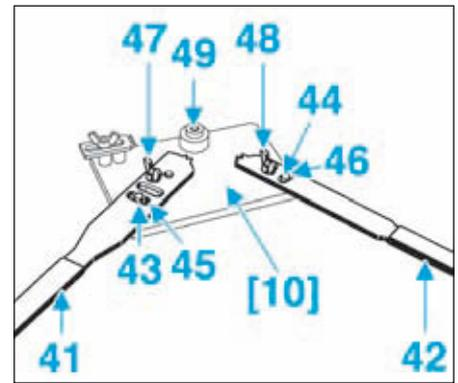
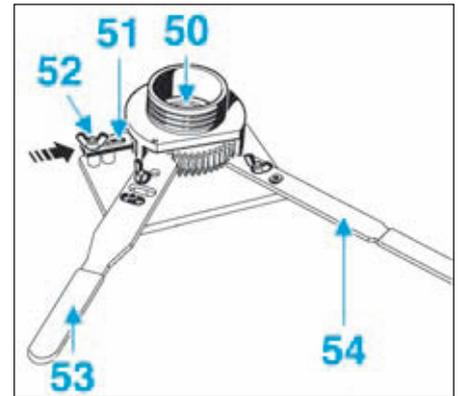
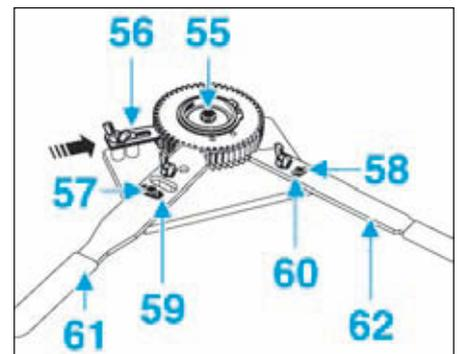

FIG.73
FIG.74
FIG.75
- Positionner les leviers (41) et (42) en plaçant les pions (43) et (44) dans les rainures (45) et (46) puis serrer les écrous rapide (47) et (48) (Fig.73).
- Placer le pignon intermédiaire sur le centreur (49).
- Serrer la vis (50), puis pousser le secteur denté (51) vers la droite. Immobiliser le pignon à l'aide du papillon (52) (Fig.74).
- En maintenant les leviers (53) et (54), déposer l'outil [4].
- Reposer un pignon intermédiaire neuf et le bloquer à l'aide de la vis (55) et du secteur denté (56) (Fig.75).